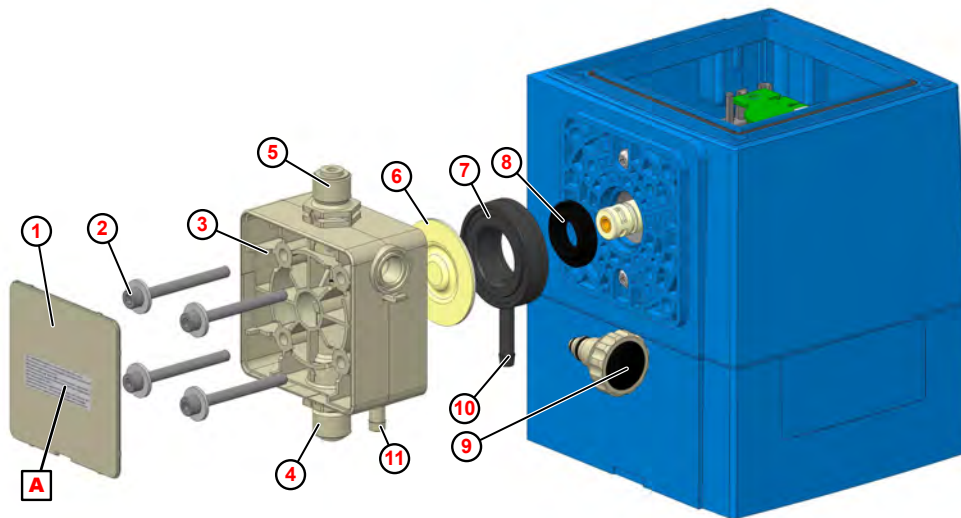

Fig. 23 : Remplacement de la partie supérieure de la pompe, de la membrane et de la membrane de protection
1. ➤ Dévisser les soupapes d'aspiration et de refoulement (Fig. 23 , ④ et ⑤).
2. ➤ Dévisser la vis de purge ⑨ (uniquement en cas de remplacement de la partie supérieure de la pompe).
3. ➤ Retirer la plaque de recouvrement ① de la tête de dosage.
4. ➤ Desserrer les vis de la partie supérieure de la pompe ② et les déposer.
5. ➤ Déposer la partie supérieure de la pompe ③ .
6. ➤ Dévisser la membrane ⑥ .
7. ➤ Retirer la plaque intermédiaire ⑦ .
8. ➤ Retirer la membrane de protection ⑧ du coulisseau.
10. ➤ Poser la plaque intermédiaire de telle sorte que l'évacuation pour rupture de membrane ⑩ soit dirigée vers le bas.